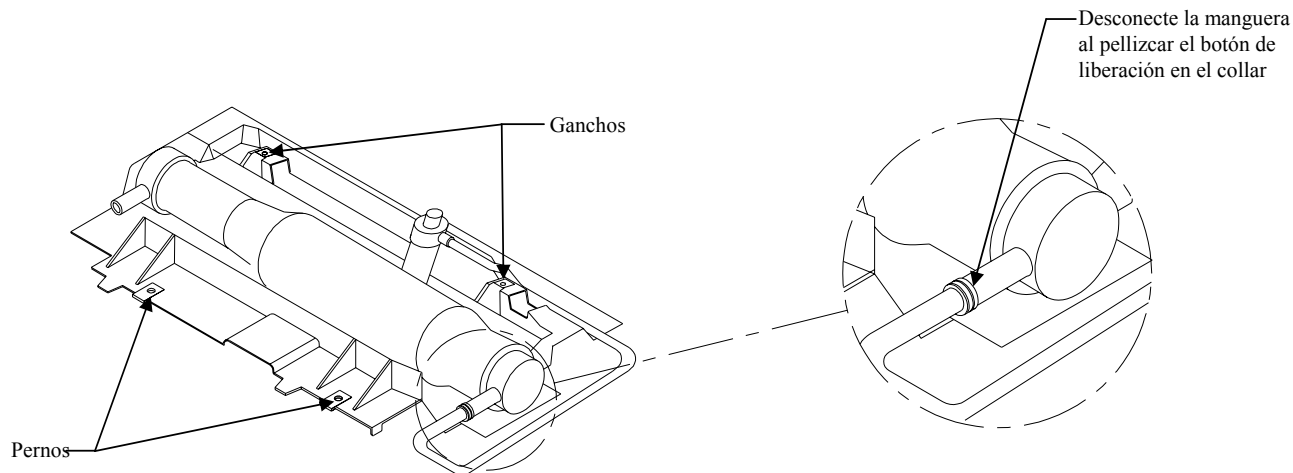

Figura 2
3. Retire el recipiente de carbono: Figura 2.
- C. Retire los cuatro (4) tornillos que sostienen el recipiente en su lugar. Dos pernos localizados en el receptáculo de la llanta de repuesto y dos tuercas localizadas más cerca al centro del recipiente (los ganchos sostienen el recipiente en su lugar y requieren que se hale o se apalanque suavemente).
9. Vuelva a instalar el recipiente de carbono: Figura 2.
- B. Deslice el recipiente de nuevo a su lugar debajo del receptáculo de la llanta de repuesto mientras alinea con los dos (2) pernos en el larguero.